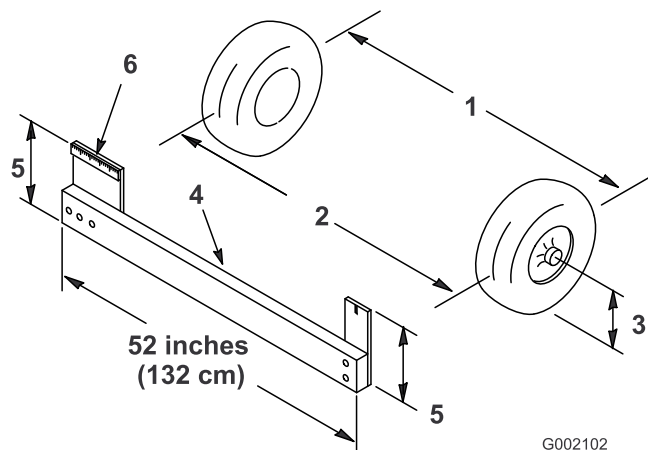

Figura 11
- Meça a distância entre os pneus dianteiros à altura do eixo na zona dianteira e traseira dos pneus dianteiros (Figura 11). É preciso um objecto imóvel ou um medidor de alinhamento para a medição traseira dos
pneus dianteiros à altura do eixo. Utilize o mesmo objecto ou medidor de alinhamento para obter uma medição precisa da dianteira dos pneus dianteiros à altura do eixo (Figura 11).